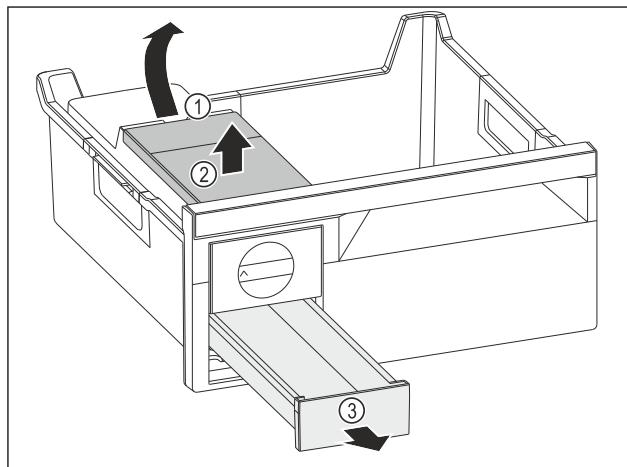

Fig. 130
- Вийняти бак для води: підняти бак для води за заглиблення Fig. 130 (1).
- Вийняти бак для води Fig. 130 (2) рухом вгору.
- Вийняти висувний ящик для кубиків льоду Fig. 130 (3) рухом вперед.